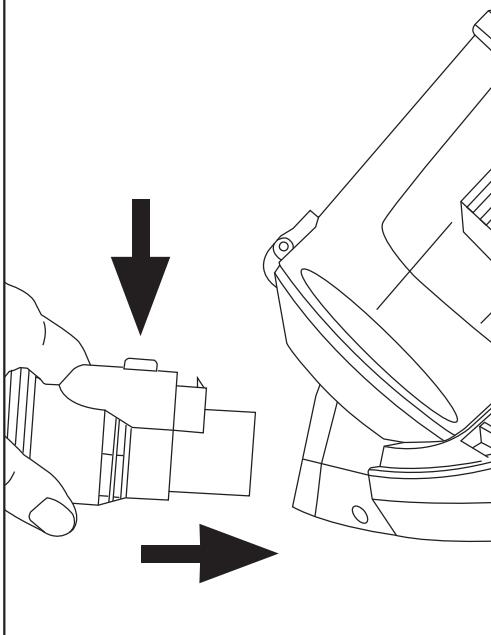

Fig.2 / Fig.4
- Para desacoplar el conjunto manguera del aspirador, presione a la vez los dos pulsadores que se encuentran en el acoplamiento de la manguera y estire hacia fuera (Fig.2).